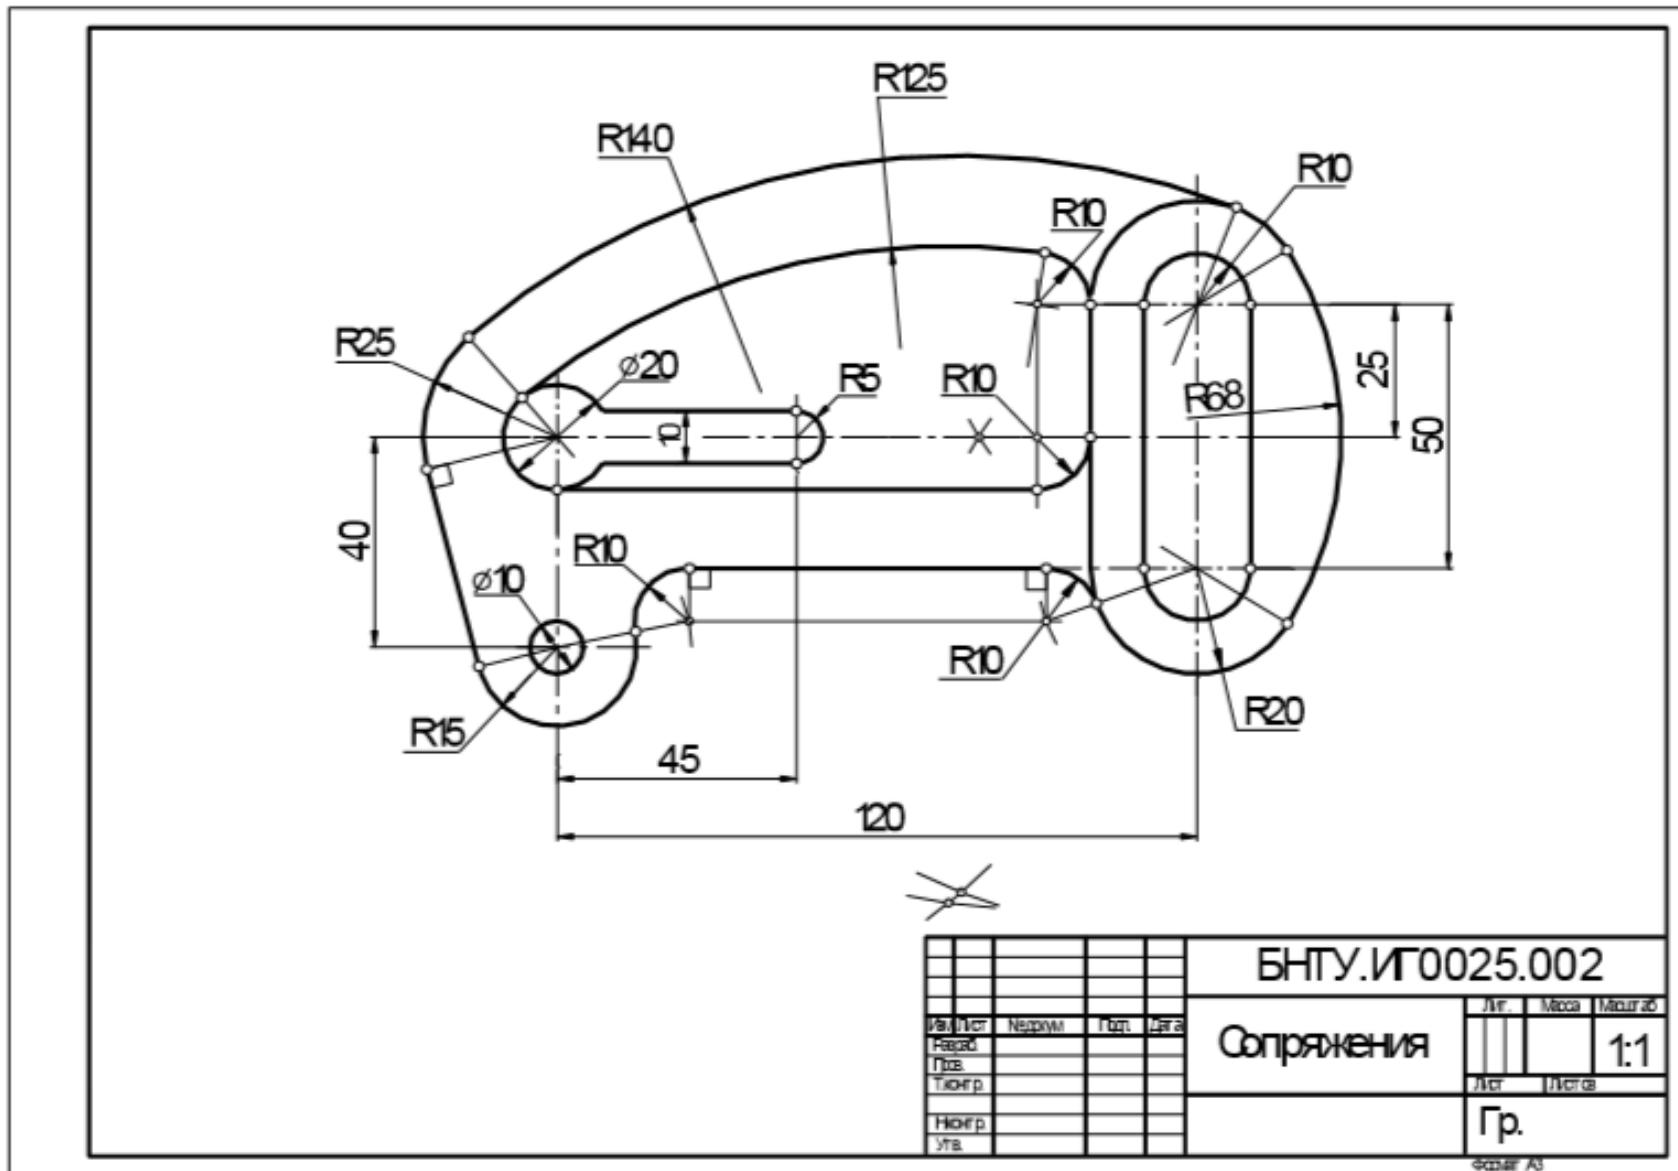

Рисунок 48 - Образец выполнения чертежа 3D-модели
3. Используя «Мастер создания вида» вынести главный вид на лист чертежа, нанести необходимые размеры (см. Рисунок 48).